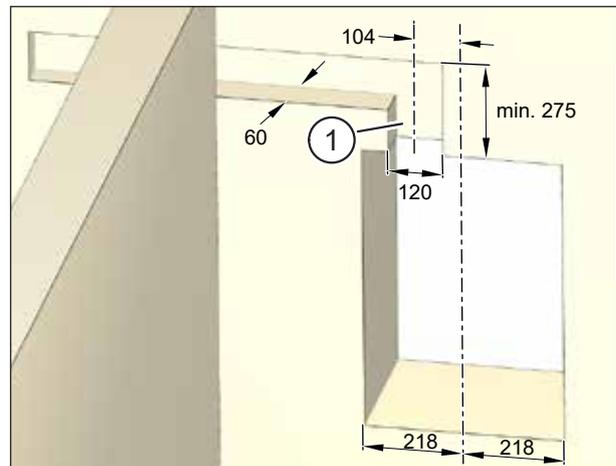

Abb. 13: Nut für abluftseitigen Kanalanschluss mit Flachkanal erstellen, Maße in Millimeter (schematische Darstellung)
- ▶ Erstellen Sie eine Nut für den Abluftkanal (Pos. 1 in Abb. 13) mit der Breite 120 mm und der Tiefe 60 mm (siehe Abb. 13).